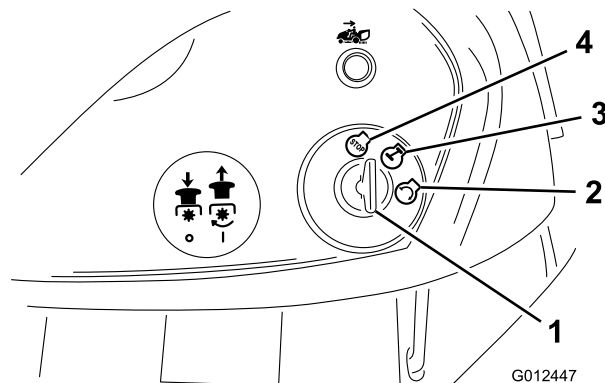

Figure 11
7. Tournez la clé de contact dans le sens des aiguilles d'une montre et maintenez-la en position de Démarrage (Figure 11).
2. Tournez la clé de contact à la position Arrêt (Figure 11).